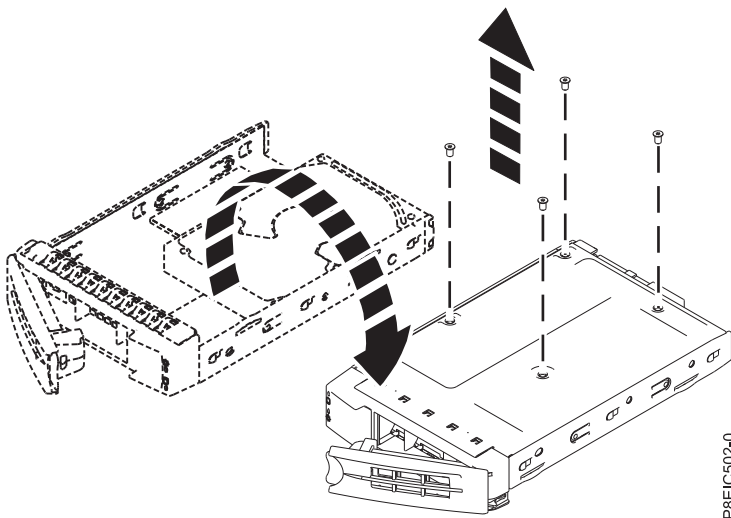

Figura 58. Extracción de la unidad de 2,5 pulgadas de la bandeja
- Para una unidad de 2,5 pulgadas, dé la vuelta a la bandeja. Afloje la unidad de la parte inferior de la bandeja quitando cuatro tornillos, tal como se indica en Figura 58.